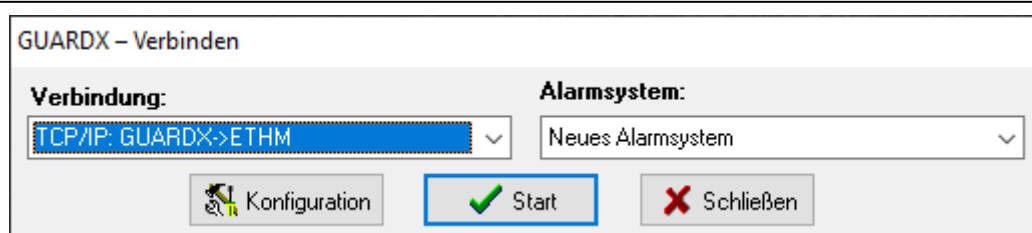

Abb. 16. Programm GUARDX: Startfenster.
1. Im Startfenster des Programms GUARDX im Feld „Verbindung“ wählen Sie die Kommunikationsmethode: „TCP/IP: GUARDX->ETHM“ „TCP/IP: GUARDX<-ETHM/INT-GSM“ oder „TCP/IP: Server SATEL“ (Abb. 16).
1. Im Startfenster (Abb. 16), im Feld „Verbindung“ wählen Sie „TCP/IP: GUARDX->ETHM“ aus und klicken Sie auf „Start“.
1. Im Startfenster (Abb. 16), im Feld „Verbindung“ wählen Sie „TCP/IP: GUARDX<-ETHM/INT-GSM“ aus und klicken Sie auf „Start“.
1. Im Startfenster (Abb. 16), im Feld „Verbindung“ wählen Sie „TCP/IP: GUARDX<-ETHM/INT-GSM“, und demnächst klicken Sie auf die Schaltfläche „Start“.
1. Im Startfenster (Abb. 16), im Feld „Verbindung“, wählen Sie „TCP/IP: Server SATEL“, und danach klicken Sie die Taste „Start“.